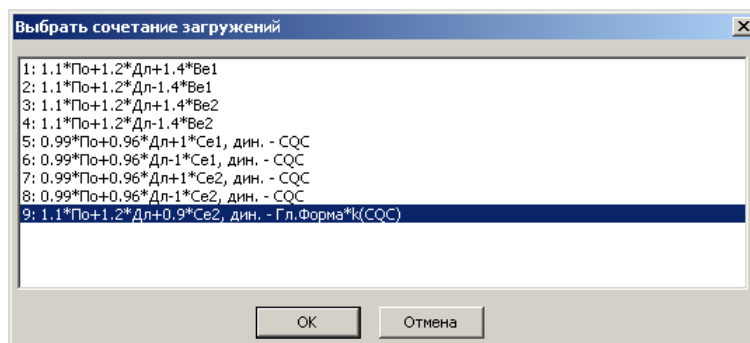

Рис.1.21.7. Окно диалога Выбрать сочетание загружений
- В открывшемся окне диалога **Выбрать сочетания загружений** выберите из списка сочетание загружений №9 (рис.1.21.7).